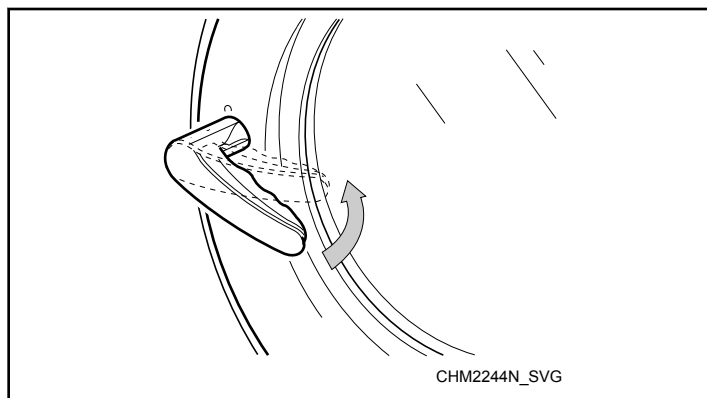

Abbildung 54
4. Die Tür schließen und den Griff gegen den Uhrzeigersinn drehen. Siehe *Abbildung 54*.